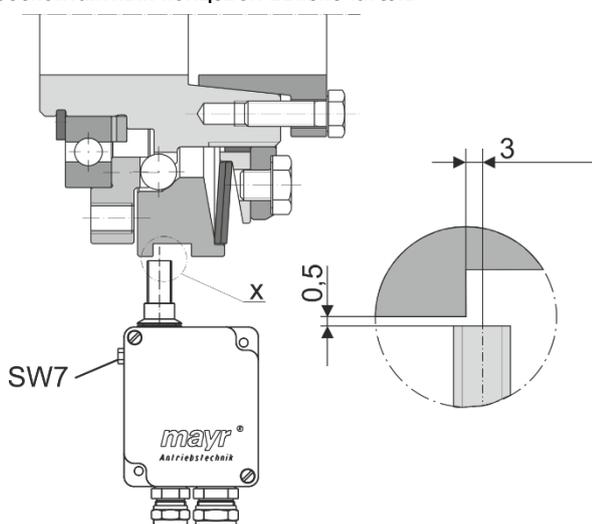
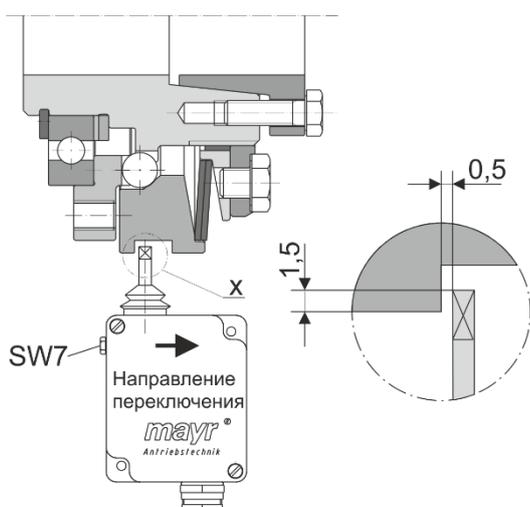

Рис. 13
Рис. 14
Направление переключения механического концевого выключателя идет в направлении к регулировочной гайке (5), или соотв. в направлении хода нажимной шайбы (3) Рис. 14.
Установите расстояние переключения - просвет для бесконтактных и механических конечных выключателей соответственно Рис. 13 и Рис. 14.
Расстояние нажимной шайбы (3) от точки переключения можно тонко отрегулировать винтом с шестигранной головкой с размером под ключ SW7, Рис. 13 и Рис. 14.
(Переключающая кромка см. узел "X" на Рис. 13, Рис. 14).